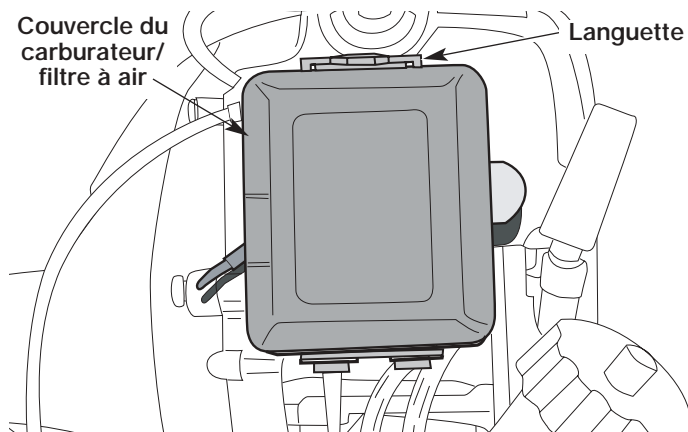

Fig. 20
1. Retirez le couvercle du carburateur/filtre à air en appuyant sur la languette sur le haut du couvercle (Fig. 20).
6. Réinstallez le filtre et le couvercle du filtre à air (Fig. 20).